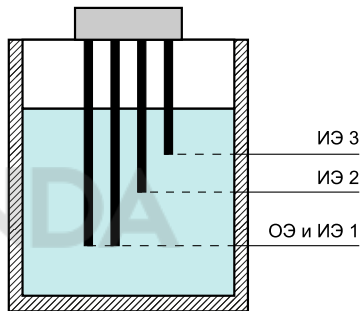

Рисунок 4.3 – Длина электродов
4. Обрезать электроды, если требуется. Длина ОЭ и первого ИЭ должна быть одинаковой. Длина второго и третьего ИЭ должна быть меньше ОЭ (см. рисунок 4.3).